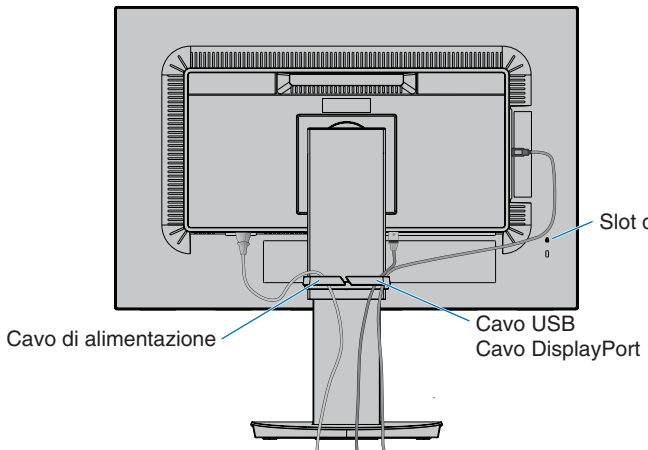
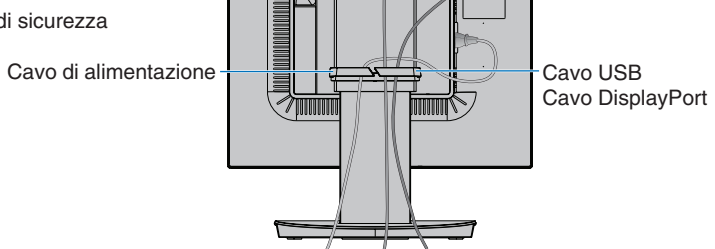

Figura C.3
Figura C.4
- Fissare saldamente e ordinatamente i cavi nel portacavi (**Figura C.3** e **Figura C.4**).